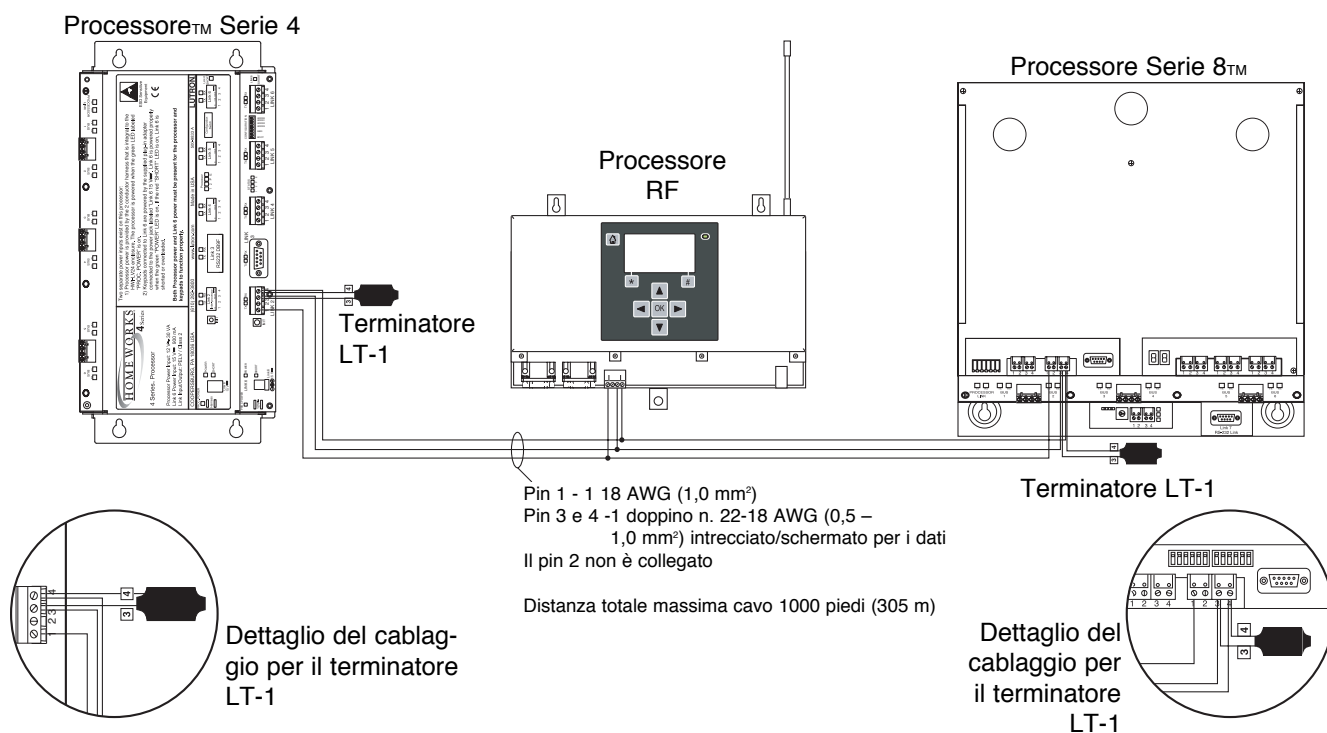

Figura 5 - Processori HomeWorks® collegati in serie (daisy-chain)
5. Effettuare il cablaggio dei canali del Dimmer Hub: un filo collega il canale 4 al Dimmer Hub installato in fabbrica. Se questo processore deve controllare altre schede HWI-H48, il canale di comunicazione per quelle schede dovrebbe essere collegato alla stessa morsettiera. Non collegare il morsetto 2 ad una HWI-H48. Se il canale H48 ha un cavo della lunghezza di 15 m (50 piedi) o superiore, tra MUX e MUX (morsetti 3 e 4) devono essere installati dei terminatori LT-1 ad entrambe le estremità del canale. Fare riferimento alle istruzioni per HWI-H48 (vedere Figura 5, pagina 24).
6. Effettuare il cablaggio del canale di collegamento fra processori diversi (soltanto installazioni di processori multipli): Il canale di collegamento fra processori viene utilizzato per la comunicazione tra processori HomeWorks. Collegare i circuiti di comando al canale di collegamento fra processori (canale 2), se necessario. Non collegare il morsetto 2 (vedere Figura 5, pagina 24). Se questo processore deve essere il primo o l'ultimo collegato in serie (daisy-chain), fissare uno dei terminatori LT-1 forniti tra MUX e MUX (morsetti 3 e 4—vedere Figura 5, pagina 24). Se i terminatori LT-1 non sono disponibili, si può utilizzare una resistenza da 1/2 W 100-150 Ohm tra i morsetti 3 e 4 per terminare il circuito.